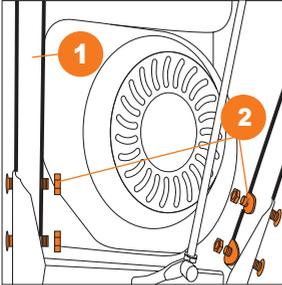

Рис. 4
- Закрепите панель оператора **1** к корпусу снегоуборщика с помощью четырех болтов, шайб и гаек **2** (для **S 6060**) (Рис. 4).